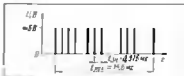

Рис. 4
Правильно собранный генератор наладки не требует. Проконтролировать же его работу можно с помощью осциллографа, подключенного к коллектору транзистора VT1. После включения питания и нажатия кнопки SB1 на экране осциллографа (время ждущей развертки — 20..30 мс) должна возникнуть и исчезнуть последовательность импульсов, разнесенных во времени в соответствии с закодированным словом. Так, например, коду 111011100111001 будет соответствовать осциллограмма, изображенная на рис. 4 ("жущий" импульс в начале пакета — стартовый). По амплитуде импульсов, измеренных на резисторе R9, можно судить о токе в ИК диоде ($I_{\text{ант}} (A) = U_{\text{ант}} (B) / R9 (Om)$), а в быстрой развертке (20..50 мкс, тоже ждущей) — об их форме и длительности, которая должна быть в пределах 5..15 мкс.